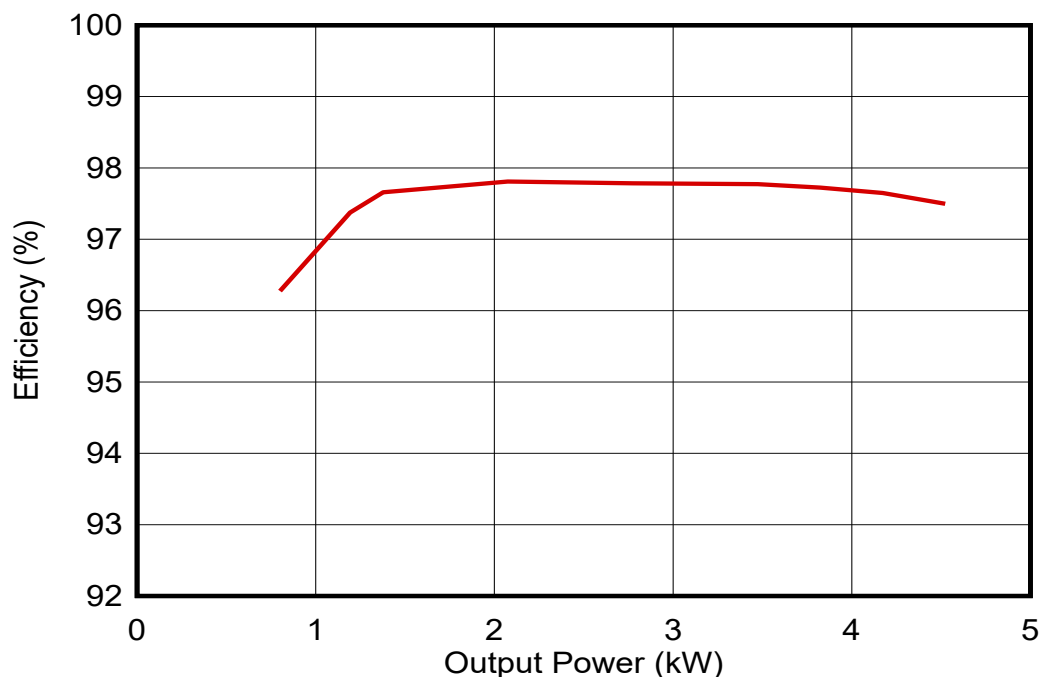

図 4. 太陽光発電パネルの出力から電力をグリッドに変換する (350V_{DC}、230V_{AC}) 場合の効率
- スtring入力からドレインされ、グリッドに供給される電力 (図 4 を参照)。